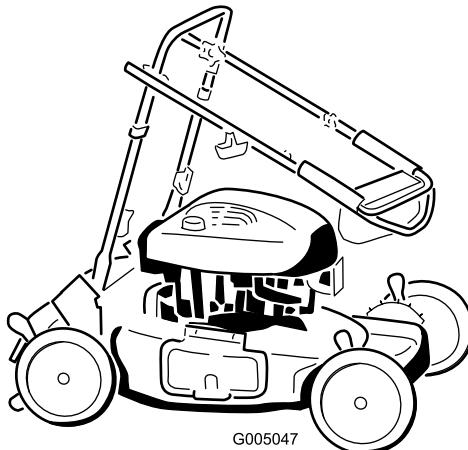

Figure 43
3. Pliez la moitié supérieure du guidon en avant de la manière indiquée (Figure 43).